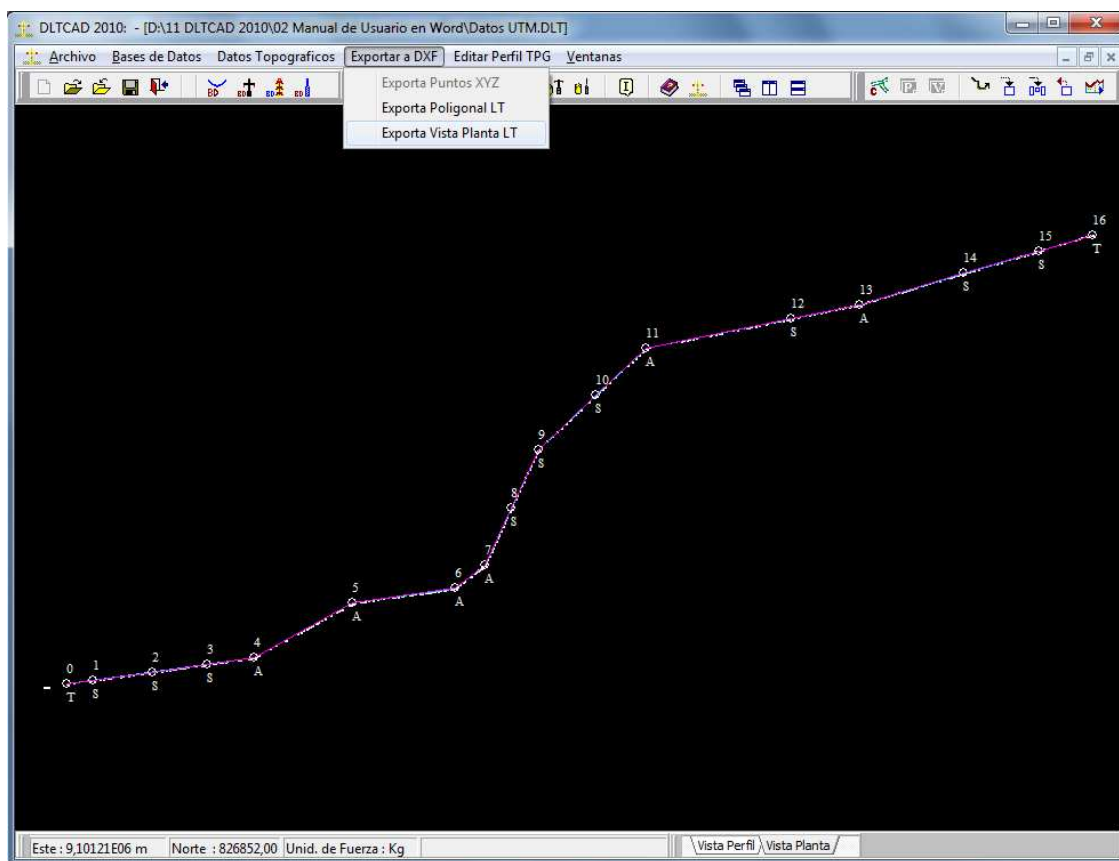

Fig. 86
3. Para exportar esta vista en planta, simplemente escoger la opción “Exportar Vista Planta LT” del menú “Exportar a DXF” (Ver fig. 86) y luego poner nombre y especificar la carpeta donde se guardará al nuevo archivo DXF.